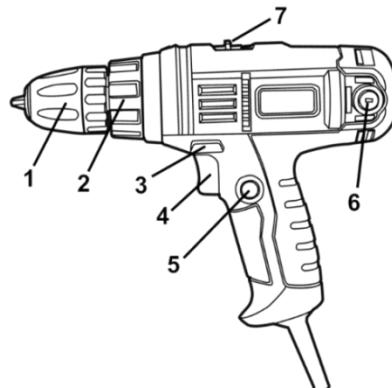

Рисунок 1
**4.1** Встановіть необхідний крутний момент за допомогою кільця регулятора моменту затягування (2) (див. рисунок 1).
**4.3** Для вимикання виробу натисніть на курок вимикача (4) (рисунок 1). Для відключення виробу слід курок відпустити. Регулювання швидкості обертання патрона здійснюється ступенем натискання на клавішу вимикача.